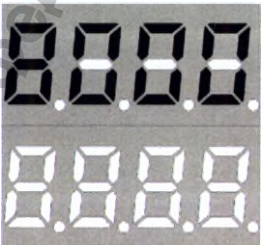

рис.14
4. Для напоминания пользователю об истечении срока службы ламп 8000 часов показания верхнего цифрового счетчика мигают (рис.14). При замене у/ф ламп показания счетчика необходимо обнулить п.7.8.